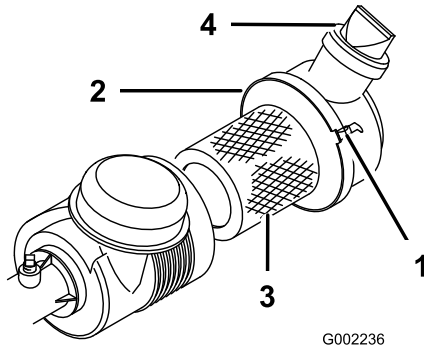

Figura 36
Inspeccione la carcasa del limpiador de aire por si hubiera daños, que podrían causar una fuga de aire. Compruebe que el tapón anti-polvo está firmemente sellado contra el limpiador de aire. Cambie la carcasa del limpiador de aire si está dañada. Apriete la válvula (Figura 36) antes de cada uso para limpiarla de polvo y residuos. Revise el filtro del limpiador de aire cada 100 horas.
3. Abra el enganche del limpiador de aire que fija la tapa del limpiador de aire a la carcasa del limpiador de aire (Figura 36) y separe la tapa de la carcasa.
7. Cierre los enganches (Figura 36).
4. Instale la tapa con la válvula orientada hacia abajo y cierre los enganches (Figura 36).